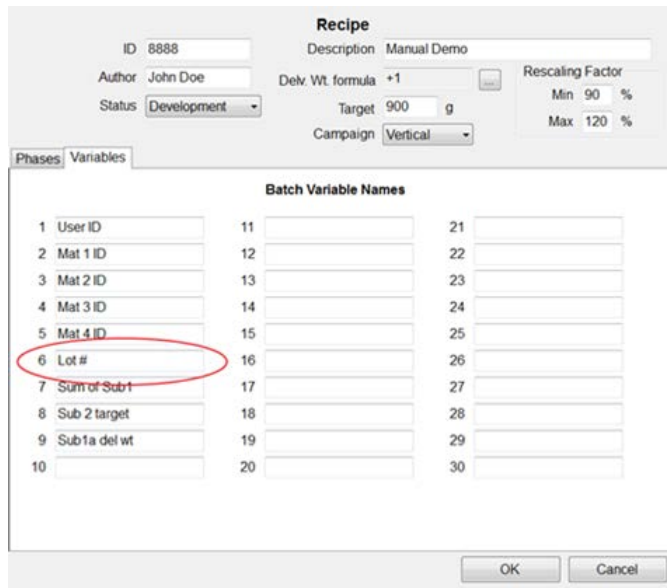

Figura 14-12: Cómo nombrar una variable de lote
1. Configura una variable de lote en la cual almacenar el número de lote; en la Figura 14-12, es Variable 6: